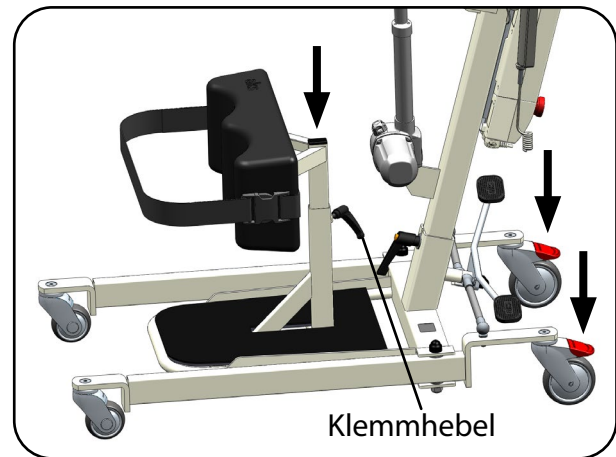

Abb. 6.2.07 – Schienbeinstütze Montage
- Lösen Sie den Klemmhebel an der Aufnahme für die Schienbeinstütze am Trittbrett und stecken Sie die Schienbeinstütze in die Aufnahme. Fixieren Sie die Schienbeinstütze mit dem Klemmhebel in der geeigneten Höhe (Abb. 6.2.07).
- Lösen Sie die Bremsen der hinteren Laufrollen an der Bedienerseite durch Betätigen des Tritthebels (Abb. 6.2.07); siehe Kapitel Bedienung Abschnitt **Laufrollen**.